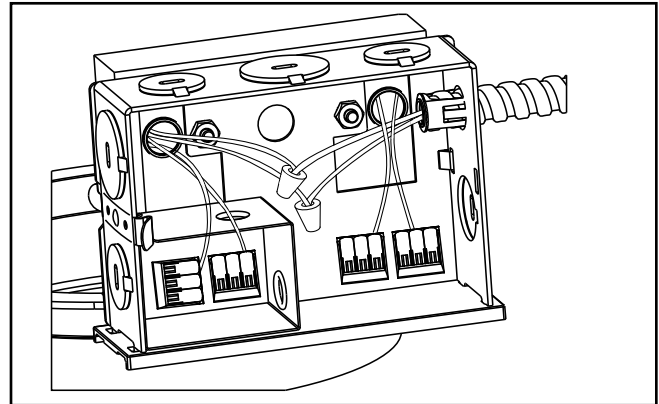

Figura 14
3. Extraiga una de las cubiertas de la caja de empalmes. Conecte los cables conductores de suministro a los cables conductores de la reactancia según el diagrama de cableado, y los códigos eléctricos locales o el Código Eléctrico Nacional (Figura 14.).
1. Brinde el servicio eléctrico a la caja de derivación (ubicada en el marco de yeso) de acuerdo al "Código Eléctrico Nacional" o a su código eléctrico local. El aislamiento del cable de suministro debe estar calificado para una temperatura de al menos 90 °C. La caja de conexiones está certificada para cuatro (4) conductores #12 AWG (dos de entrada, dos de salida) de 90 °C y para alimentación a través de cableado derivado para los conductores tipo IC y Plug in para 120/277 V únicamente. Para todos los demás casos, ocho (8) conductores #12 AWG (cuatro de entrada, cuatro de salida) de 90 °C y alimentación a través de cableado derivado para 120/277 V únicamente.
2. Retire la cubierta de la caja de empalmes (Figura 14.).